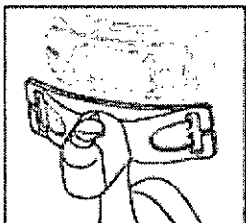

Figura 7
2. Almohadilla para la frente - Deslícela hacia fuera del riel del soporte para la frente con almohadilla (Figura 7).